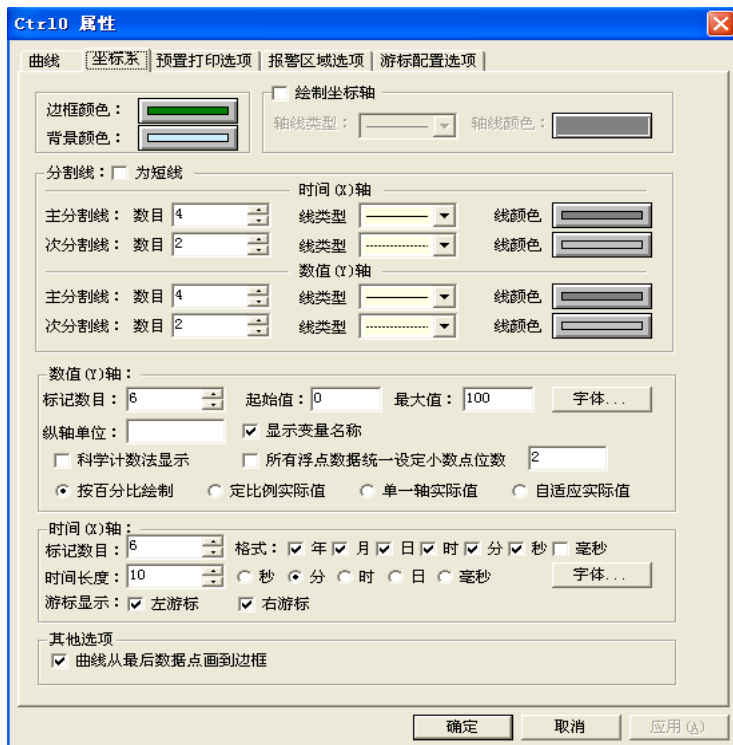

图 6-11
**坐标系属性页：**历史曲线控件中的“坐标系属性页”对话框，如图 6-11 所示。